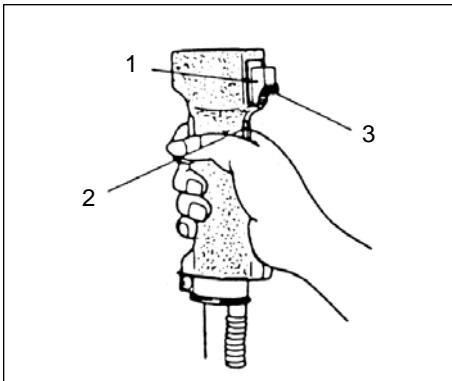

Fig.2-2
### Start (Fig. 2-2, 2B)
1. Sæt tændingskontakten (1) på positionen ON. (Fig. 2-2, 2B)
2. Tryk sikkerhedsafbryderen (2) (hvis monteret) ind, træk i gashåndtaget, og tryk på låseknappen (3). Slip derefter først gashåndtaget langsomt og derefter sikkerhedsafbryderen. Det låser gashåndtaget i startpositionen.(Fig. 2-2, 2B)